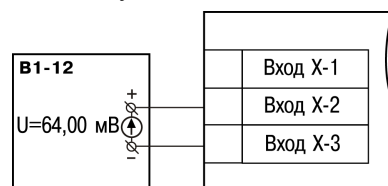

Рисунок 8.3 – Подключение источника постоянного напряжения
1. Подключить к прибору источник постоянного напряжения классом точности не ниже 0,05 (например, прибор для проверки вольтметров В1-12), соблюдая полярность (рисунок 8.3).